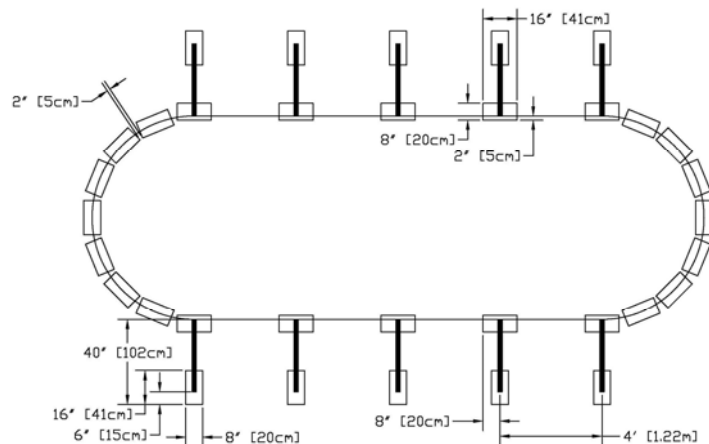

Figure 1.2
- \* Posez les blocs de béton et les mettre à niveau (voir figure 1.2)